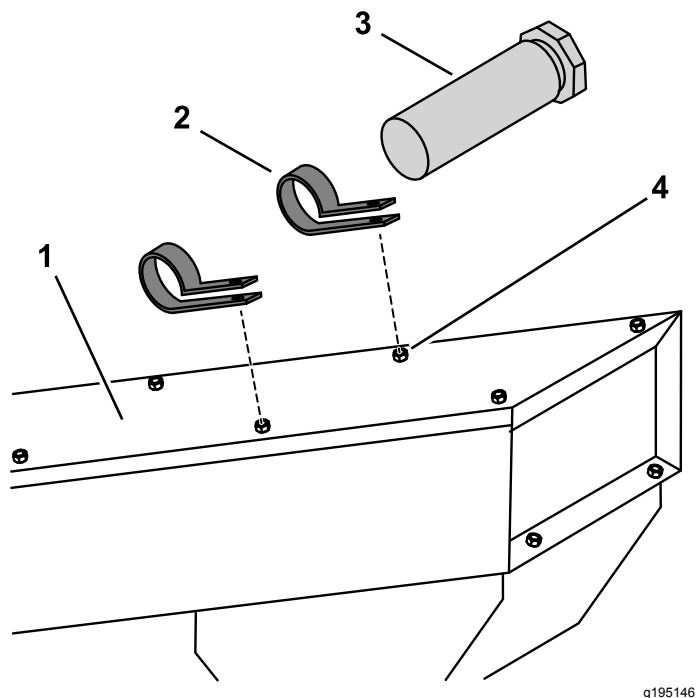

Рисунок 11
1. Снимите и отложите в сторону имеющиеся крепежные детали на подъемнике сборщика кернов, как показано на Рисунок 11.
2. С помощью имеющихся крепежных деталей установите, не затягивая, два R-образных хомута на подъемник сборщика кернов (Рисунок 11).